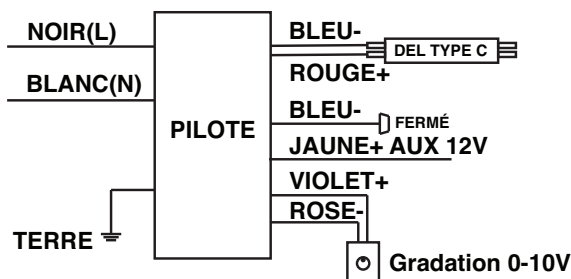

Figure 2a
Étape 8: Pour le câblage à un bout, consulter les **Figure 2a, 2b, 2c or 2d**.